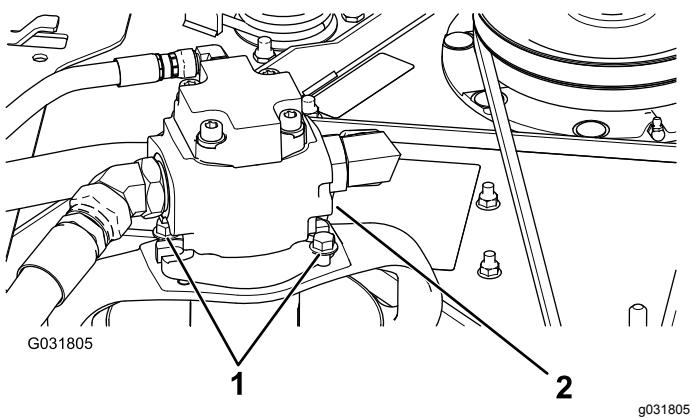

Figura 125
5. Retire os parafusos que fixam o motor hidráulico à unidade de corte (Figura 125).
3. Retire os parafusos que fixam o motor hidráulico à unidade de corte (Figura 125).